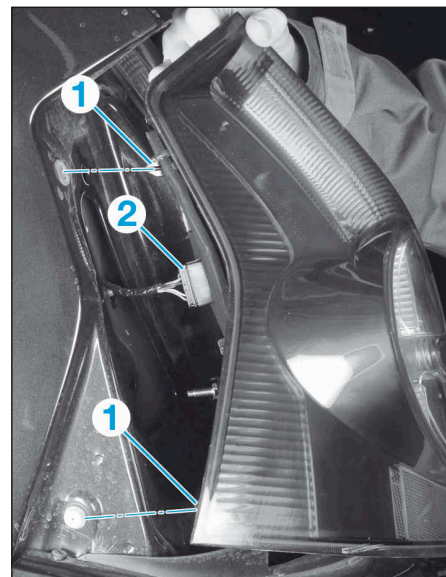

FIG.54
- Tirer fermement dans l'axe, mais avec précaution, pour ne pas casser les centreurs (1) de leur logement (Fig.54).
- Débrancher le connecteur électrique (2).